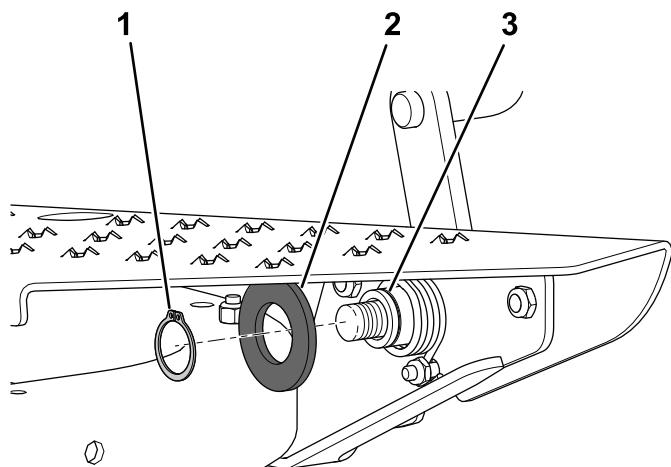

Figura 20
8. Fixe a mola de torção à placa do casquilho com uma anilha chata (1 1/8 pol. x 2 pol.) e um anel de retenção (Figura 20).